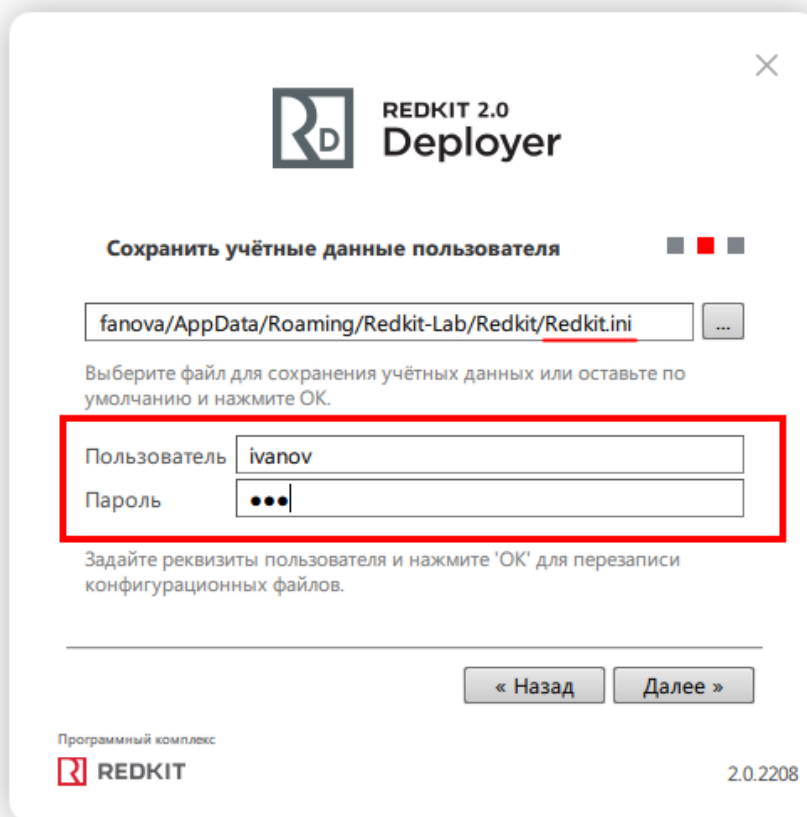

Рисунок 463 - Реквизиты пользователя в configdeployer
- Запустите утилиту *configdeployer* (по умолчанию расположена в *C:\Program Files\Redkit-Lab\Redkit*): введите реквизиты сервера ключей и для выбранного конфигурационного файла *Redkit.ini* установите реквизиты пользователя с ролью «Наблюдателя» из п.3 (Рисунок 463). Автозапуск выполняется с правами пользователя, указанного в *Redkit.ini* для автозагрузки.